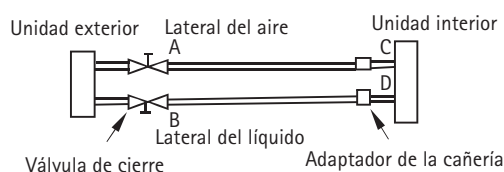
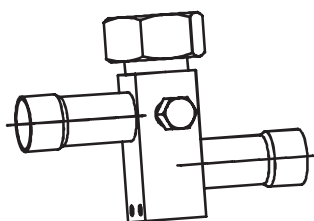

Fig.6-2
Fig.6-3
- Utilizar el refrigerante en la unidad exterior para expulsar el aire (ver la Fig. 6-2 y Fig. 6-3).
- Utilizar un tanque del refrigerante para expulsar el aire (ver Fig. 6-2 y Fig. 6-3).